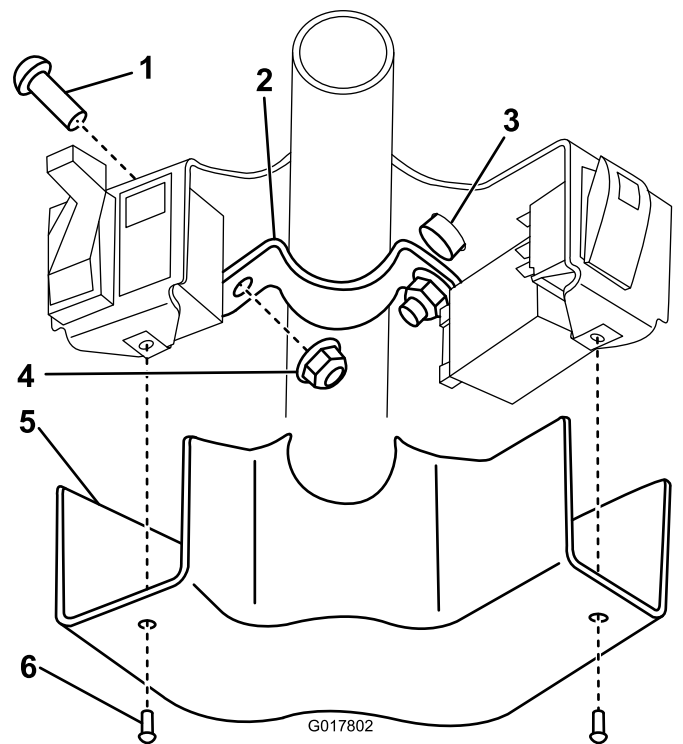

Figure 10
5. Poussez l'obturateur dans le trou en haut du support de colonne (Figure 10).
6. Montez l'ensemble sur la colonne de direction au moyen du support de fixation, de 2 vis de carrosserie et de 2 écrous à embase (Figure 10).
8. Montez le couvercle de colonne avec les 2 vis (#10-24 x 1/2") restantes (Figure 10).